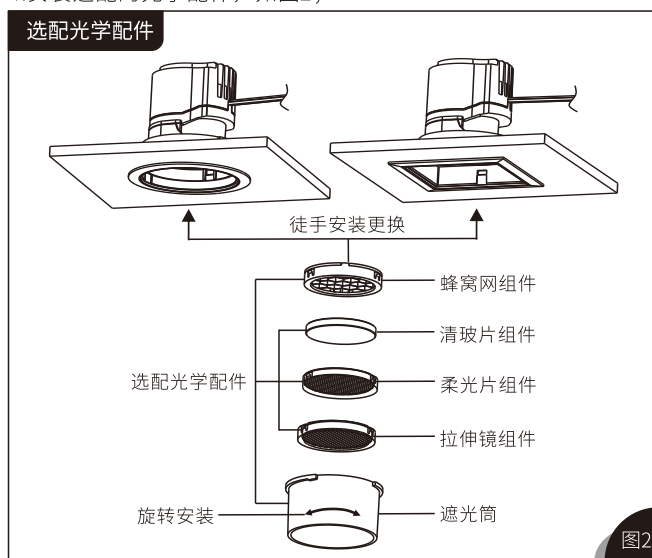

图2
4. 安装选配的光学配件, 如图2;
6.光学配件及面环配件的安装如同有边灯具，(见图2-图6)；
- 6.光学配件及面环配件的安装如同有边灯具，(见图2-图6)；